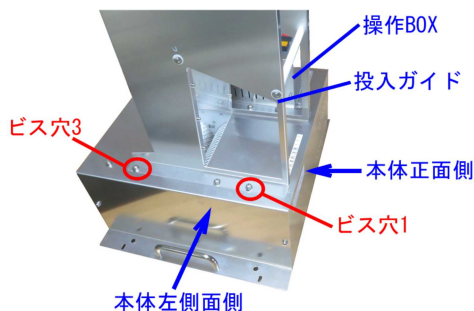

図2 投入ガイド設置
③投入ガイド右側フランジのビス用切り欠きを②の2本のビス (ビス穴5、ビス穴7) の座金の下に配置して、投入ガイドを本体に設置します。(図2)
④投入ガイド左側フランジのビス用切り欠き部を①で外した2本のビスで、ビス穴1、ビス穴3に固定します。(図2)